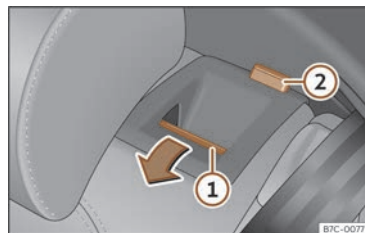

Fig. 97 Seient del darrere: abatre el respatller.
- Premeu la tecla de desbloqueig >>> **fig. 97** ① cap endavant i, alhora, abateu el respatller. El respatller del darrere està desbloquejat quan es veu una marca vermella a la tecla ②.